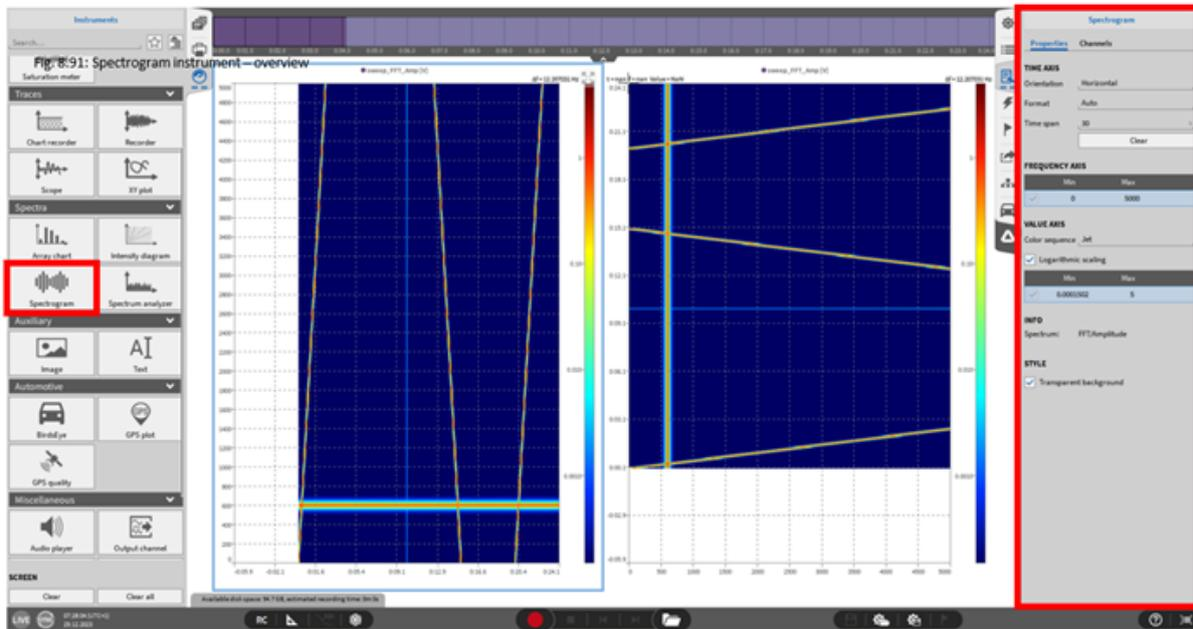

Abb. 8.100: Spektrogramm – Übersicht
Die vergangene Zeit wird auf der X-Achse dargestellt, die Frequenz auf der Y-Achse und die Amplitude des Signals wird farbcodiert auf der Z-Achse dargestellt (linkes Instrument in Abb. 8.100).
- Zeitachse – Orientierung: *horizontale* Orientierung ordnet die Zeitachse der X-Achse des Instruments zu (siehe linkes Instrument in Abb. 8.100) und *vertikale* Orientierung ordnet die Zeitachse der Y-Achse zu (siehe rechtes Instrument in Abb. 8.100).